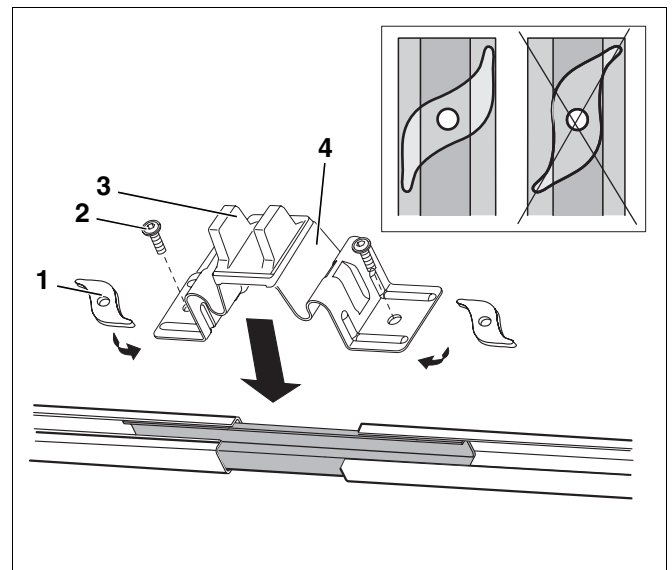
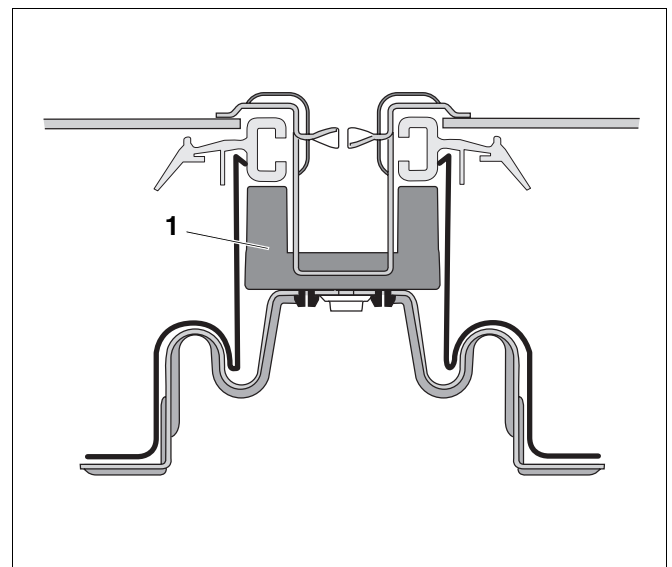

Fig. 13 Montar a ponte de fixação do colector
Fig. 14 Apresentação da posição exacta do suporte distanciador
As placas roscadas (Fig. 13, **Item 1**) vêm pré-montadas de fábrica com os parafusos (Fig. 13, **Item 2**) na ponte de fixação do colector (Fig. 13, **Item 4**).
- ▶ Coloque a ponte de fixação do colector previamente montada no centro (Fig. 13) sobre os dois perfis (por cima do ligador de encaixe).
Certifique-se de que as patilhas altas do suporte distanciador articulado (Fig. 13, **Item 3** e Fig. 14, **Item 1**) estão em ângulo recto em relação aos perfis, para apoiar a suporte.